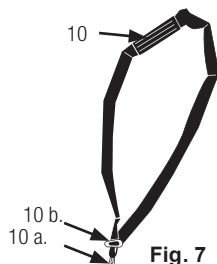

Fig. 7
⚠ Coloque o arnês (10) de forma a passar por cima do ombro esquerdo, cruzando o peito e as costas. O clip de fixação (10a) deve estar localizado na anca direita. O fecho rápido (10b) deve estar na parte da frente (Fig. 7).
2. Ajuste o comprimento do arnês (10) de modo que o clip de fixação (10a) fique aproximadamente 15 cm abaixo da sua cintura.